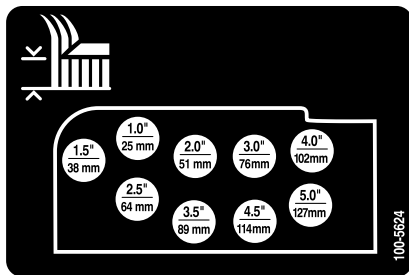

Figura 20
6. Monte las cadenas de altura de corte en el taladro de altura de corte deseado (Figura 20) con el pasador de horquilla y la chaveta.